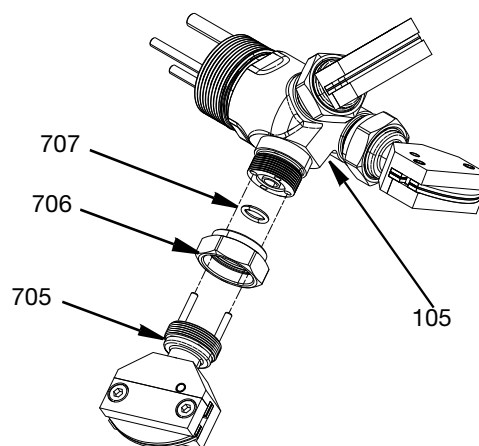

Рис. 4
1. Вставьте уплотнительное кольцо (707) в 3-портовый адаптер (105).
2. Поместите суженный конец гайки (706) на 3-портовый адаптер (105), но не затягивайте резьбу.
3. Совместите штифты сопла (705) и вставьте в 3-портовый адаптер (105). Затяните гайку (706) с усилием 15 фут-фунтов (20,34 Н•м) См. Рис. 4.